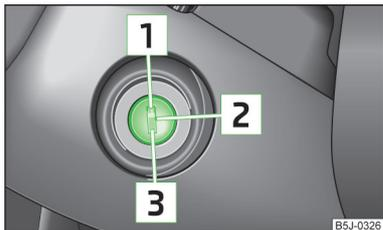

Fig. 107
- Durante la marcha con el motor parado, la llave de encendido ha de estar siempre en la posición  » fig. 107 de la página 112 (encendido conectado). Esta posición se indica al encenderse los testigos de control. Si no es así, podría producirse inesperadamente el bloqueo de la dirección. ¡Existe peligro de accidente!
- El motor de arranque sólo se debe accionar estando parados el motor y el vehículo. Si se acciona el motor de arranque con el motor en marcha  » fig. 107 de la página 112, puede resultar dañado el motor de arranque o el motor del vehículo.
**Motores de gasolina** » fig. 107
**Motores diésel** » fig. 107
Si la **dirección está bloqueada** y no se puede girar la llave de contacto a la posición **2** » fig. 107 o resulta muy difícil, se debe mover ligeramente el volante hacia los lados para liberar el bloqueo de la dirección.
- Conectar el encendido **2** » fig. 107 de la página 112.
Parar el motor girando la llave de contacto a la posición **1** » fig. 107 de la página 112.